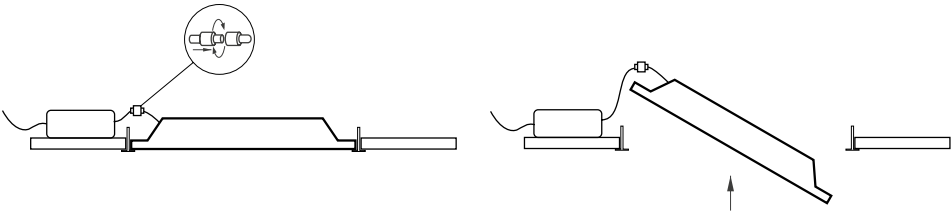

Рис. 2. Установка и подключение светильника
- 3.5. Установите светильник и блок питания в ячейку Т-образного профиля для потолка «Армстронг», как показано на рис. 2.